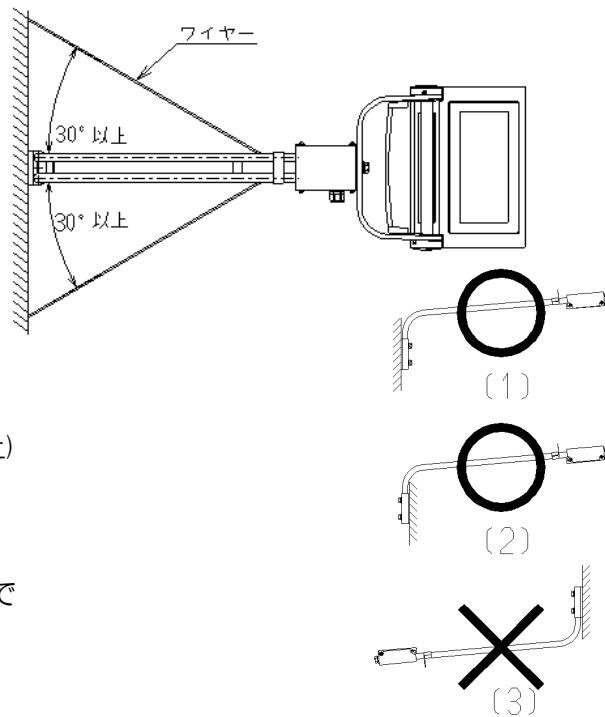

図 4
- 設置方向は図4(1、2)のように行い、決して(3)のような方向で設置しないでください。